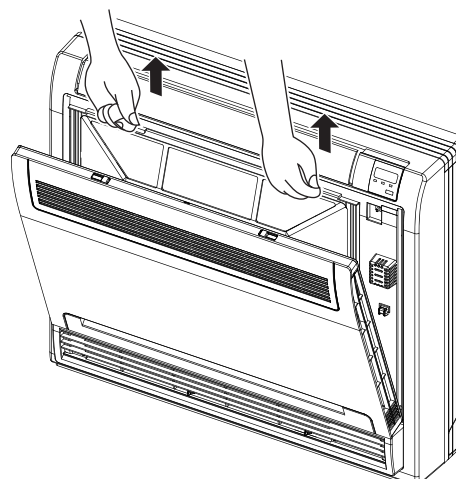

Fig.2
- 2 Premere leggermente le graffe poste ai lati sinistro e destro del filtro, poi estrarre il filtro meccanico sfilandolo verso l'alto (Fig. 2).